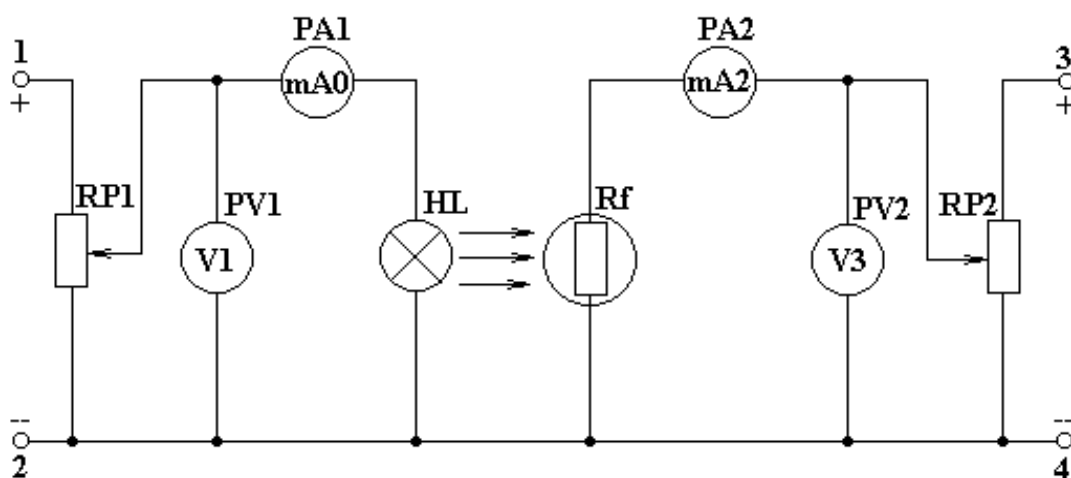

Figura 1 – Circuitul de cercetare a fotorezistorului
- 5 În figura 1 este reprezentată schema de cercetare.